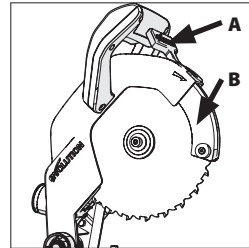
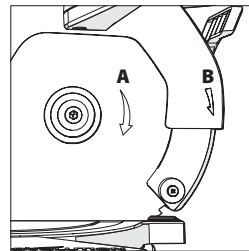

Fig. 28
Fig. 29
(**Fig. 28**). Instale la nueva hoja de sierra sobre la brida interior asegurándose de que esté bien asentada en el borde de la brida y a continuación suelte lentamente la protección inferior de la hoja de sierra hasta su posición cerrada original. Asegúrese de que la flecha de rotación de la hoja de sierra (A) coincide con la flecha de rotación en sentido horario situada en la protección superior (B) (**Fig. 29**).